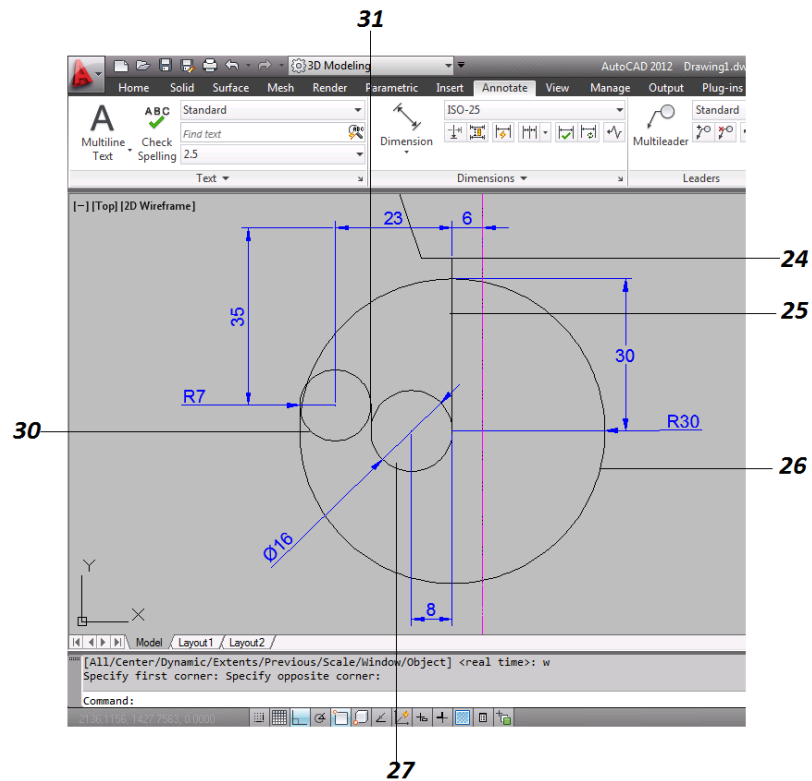

Figura 4.16 Ejercicio 3
25. Seis unidades hacia lado izquierdo, se inicia una línea la cual sera de 30 unidades (*figura 4.16*).
26. Se utiliza el end point o punto final de esta línea como centro de un círculo, el cual sera de 30 unidades (*figura 4.16*).
27. Se toma como referencia el centro del círculo anterior, a partir de ahí, 6 unidades hacia la izquierda se hace un círculo el cual sera de radio 16 (*figura 4.16*).
30. Se toma como referencia el punto final de la línea para crear un círculo de radio 16 (*figura 4.16*).
31. Ahora solo se unen con una pequeña línea los dos círculos mas pequeños como se muestra en la figura (*figura 4.16*).